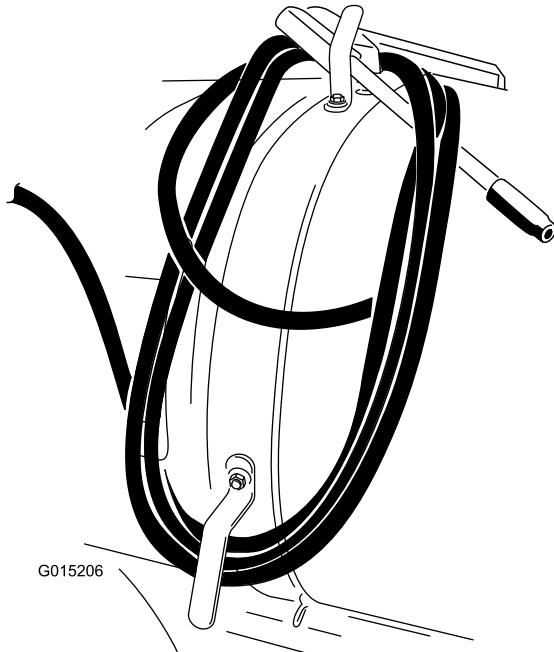

Bild 12
- Wickeln Sie den Schlauch um die Haken des Behälters und befestigen Sie die Spritzpistole, wie in Bild 12 dargestellt.